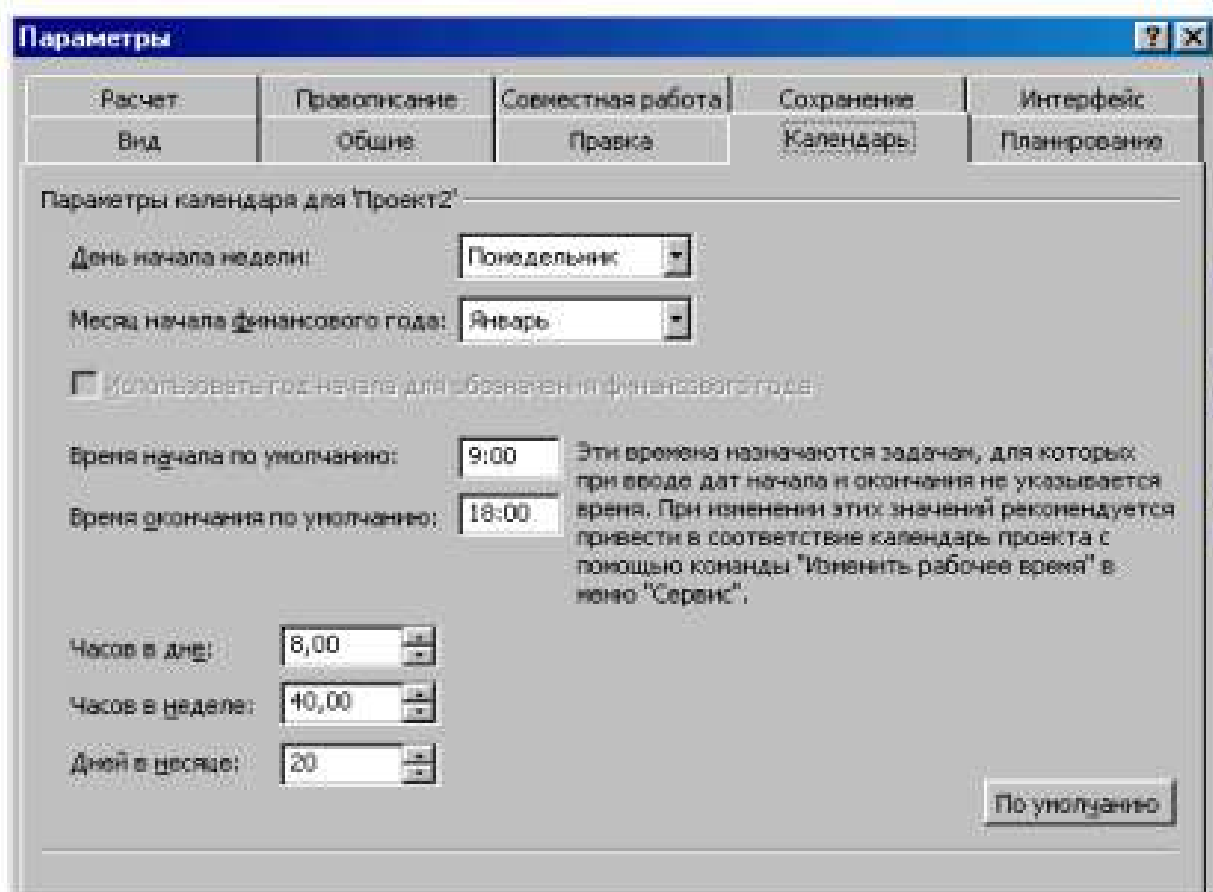

Рис. 4
- Щелкните мышью на ярлычке Календарь, чтобы перейти на нужную вкладку (рис.4).